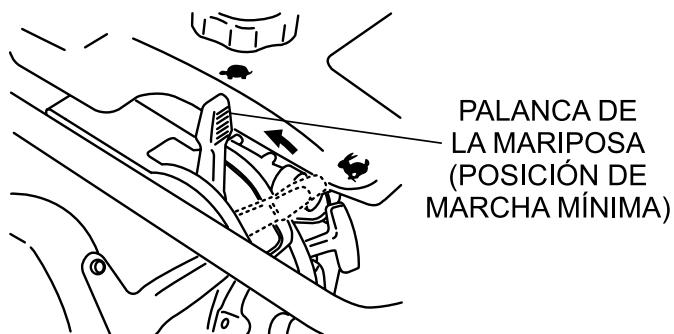
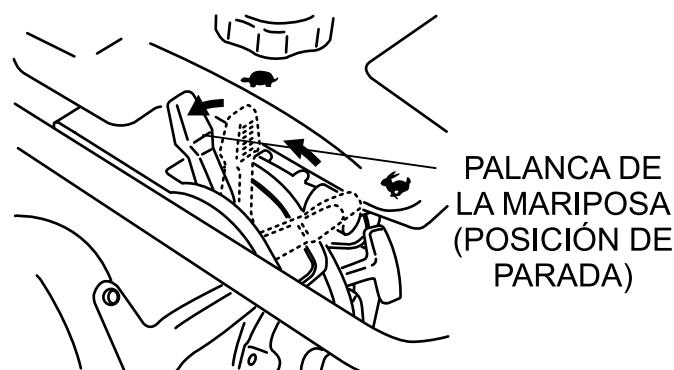

Figura 6. Palanca de la mariposa (posición de marcha mínima)
Figura 11. Palanca de la mariposa (posición de parada)
1. Deslice la palanca de la mariposa desde la posición de parada a la de marcha mínima (➡) (Figura 6). Esto abre la llave de combustible y se enciende automáticamente el circuito eléctrico del motor.
3. Para detener la acción de compactación, mueva la palanca de la mariposa rápidamente desde la posición de **ARRANQUE** a la posición de **MARCHA MÍNIMA** (Figura 6).
1. Mueva rápidamente la palanca de la mariposa desde la posición de **ARRANQUE** a la posición de **MARCHA MÍNIMA** (Figura 6) y deje funcionar el motor durante tres minutos a baja velocidad. Una vez que **se enfrie el motor**, mueva la palanca de la mariposa hacia la posición de **PARADA** (Figura 11). El motor se detendrá y la llave de combustible se cerrará automáticamente.